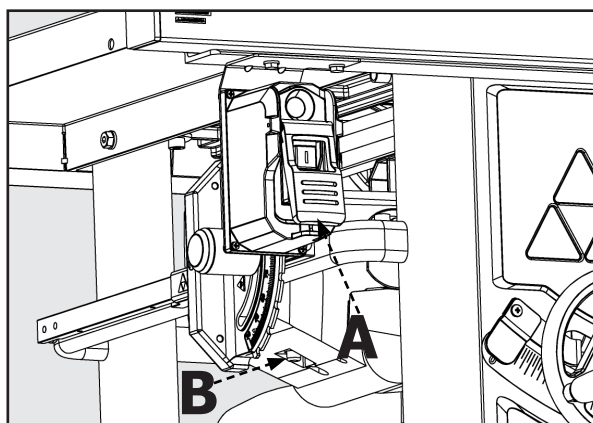

FIGURE 27
Le commutateur POWER (MARCHE / ARRÊT) (Figure 27) est situé sous la rallonge avant gauche de la table.
Votre scie est livrée avec une protection contre les surcharges. Si le moteur s'arrête ou ne parvient pas à démarrer en raison d'une surcharge (découpe trop rapide, utilisation d'une lame émoussée, utilisation de la scie au-delà de sa capacité, etc.) ou une basse tension, laissez le moteur refroidir trois à cinq minutes. Puis appuyez sur le bouton de réinitialisation rouge (B) sur le moteur sous la scie, montré à la Figure 27, et redémarrez la scie.